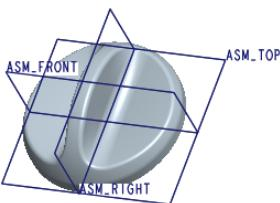

图 11.13 参考件组装完成后
Step3. 系统弹出“元件放置”操控板，在“约束”类型下拉列表中选择**默认**选项，将参考模型按默认放置，再在操控板中单击**确定**按钮。参考件组装完成后，组件的基准平面与参考模型的基准平面对齐，如图 11.13 所示。